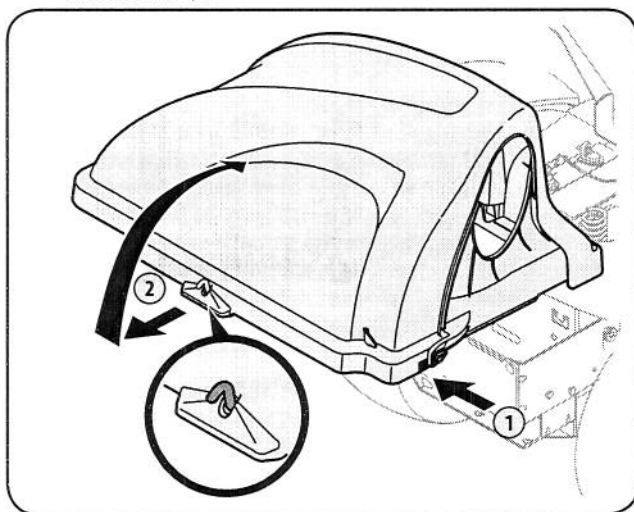

Figure 5-1
2. Abra el capó empujando hacia adentro la lengüeta posterior derecha con la mano derecha, como se ve en 1 de la Fig. 5-1, y levantando la cubierta con la mano izquierda en el centro de la parte posterior de la cubierta de la embolsadora, 2.